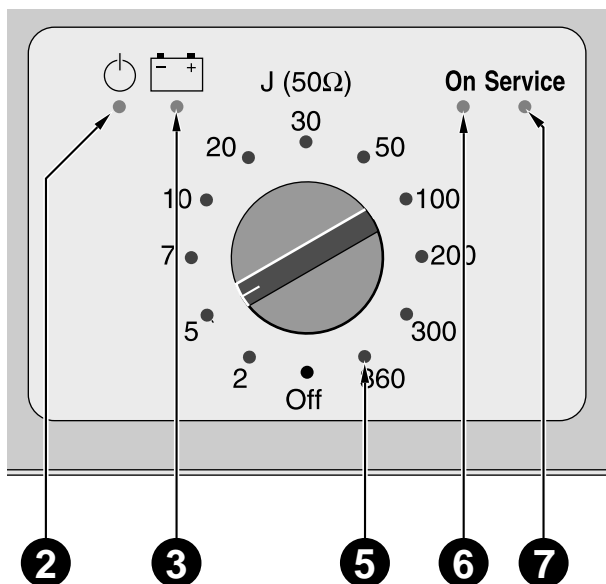

Bild 4-1. Kontrolllampen am **Marquette Hellige-Responder 1000**
- * Achten Sie darauf, daß die Kontrolllampe (2) leuchtet (Bild 4-1).